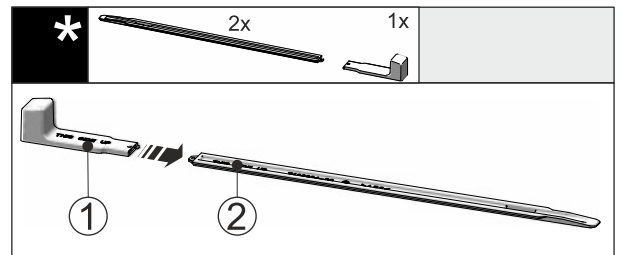

Fig. 47
- ▶ Steek de montagegreep Fig. 47 (1) op de nivelleerrail Fig. 47 (2).